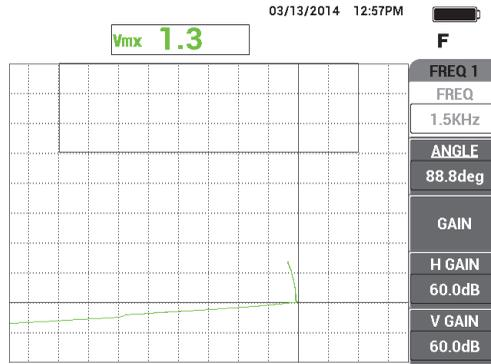

Рис. 5-93 Сканирование конусного участка
7. Нажмите клавишу ERASE (), затем медленно просканируйте конусный участок; после завершения сканирования нажмите клавишу FREEZE (). Пример сканирования конусного участка показан на Рис. 5-93 на стр. 206.